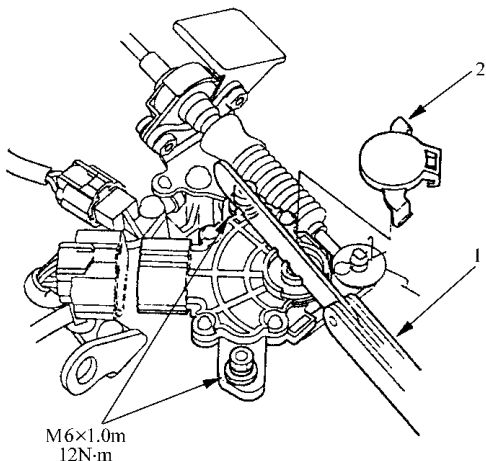

图 5-77 旋紧变速器档位开关螺母
8) 如图 5-77 所示, 继续将开关保持在 N 位置, 旋转变速器档位开关上的螺母。旋转螺母时, 不要移动变速器档位开关。